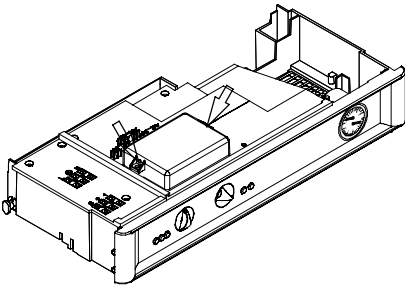

fig. 5.12
Svitare le viti e rimuovere il coperchio copri morsetteria fig. 5.12
- Togliere le due viti indicate in fig. 5.12 e aprire il coperchio della morsetteria collegamento **sonda esterna e comando remoto**.